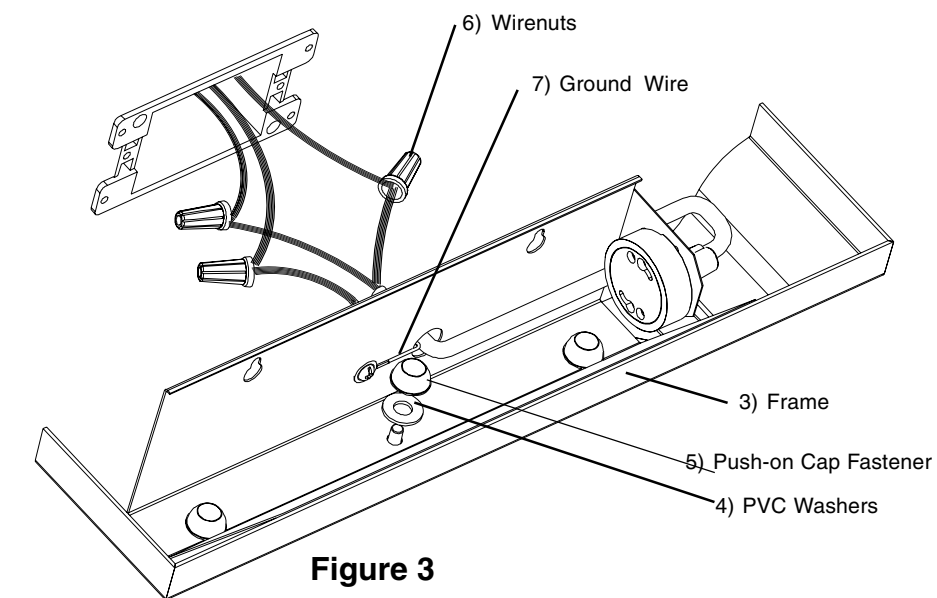

Figure 3
- 6. Mise à terre de l'appareil :** L'électricité coupée, soutenir fermement le montage de l'unité et connecter le fil de terre vert de l'appareil au fil de terre en cuivre nu de la boîte de jonction à l'aide d'un capuchon de connexion (6). (*Si le câblage d'alimentation ne comprend pas un fil de mise à la terre, consulter votre code d'électricité local et vérifier les méthodes conformes de mise à la terre.*) **Voir la fig. 3.**
- 7. Raccordement électrique :** Employer les capuchons de connexion (6) pour connecter le fil noir de l'appareil au fil noir d'alimentation et le fil blanc au fil blanc d'alimentation. **Voir la fig. 3.**
- 9. Assemblage de la lampe murale :** Installer le cadre (3) sur le boîtier (1) en alignant les trois goujons à l'intérieur du bas du cadre avec les trous du boîtier et fixer à l'aide d'une rondelle de PVC (4) et d'un capuchon poussoir (5) sur chacun. **Voir la fig. 3.**
6. Ground fixture: With the power turned off, hold the Housing firmly and connect the green ground wire from the fixture to the bare copper ground wire from the junction box using a Wirenut (6). **NOTE: If house wiring does not include a ground wire, consult your local electrical code for approved grounding methods. See Fig. 3.**
7. Power Connection: Use Wirenuts (6) to connect black fixture wire to the black power supply wire and white fixture wire to the white power supply wire. **See Fig. 3.**
9. Sconce Assembly: Install Frame (3) to Housing (1) by aligning three studs on inside bottom of frame with holes in Housing and secure with one PVC Washer (4) and Push-on Cap Fasteners (5) each. **See Fig. 3.**
6. Ponga a tierra el luminario: Con la electricidad apagada, sostenga el ensamblaje del "sconce" firmemente y conecte el cable de toma de tierra verde del luminario al cable de toma de tierra de cobre descubierto de la caja de ensambladura usando un Capuchón de Alambres (6). **NOTA:** Si el alambrado de la casa no incluye un cable de toma de tierra, consulte su código eléctrico local para métodos aprobados de hacer tierra. **Vea Fig. 3.**
7. Conexiones Eléctricas: Use Capuchones de Alambres (6) para conectar el alambre negro del luminario al alambre negro de suministro de electricidad y el alambre blanco del luminario al alambre blanco de suministro de electricidad. **Vea Fig. 3.**
9. Ensamblaje del Sconce: Instale el Marco (3) a la carcasa (1) alineando tres soportes en el fondo interior del marco con agujeros en la carcasa y asegure cada uno con una Arandela de PVC (4) y cierres de tapa "push-on" (5). **Vea Fig. 3.**